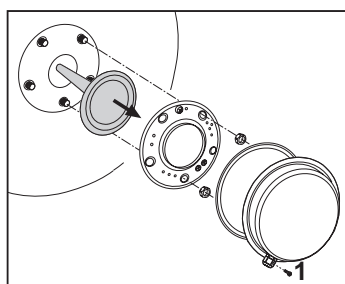

fig. 1
- Rimuovere il coperchio togliendo la vite "1" fig.1.